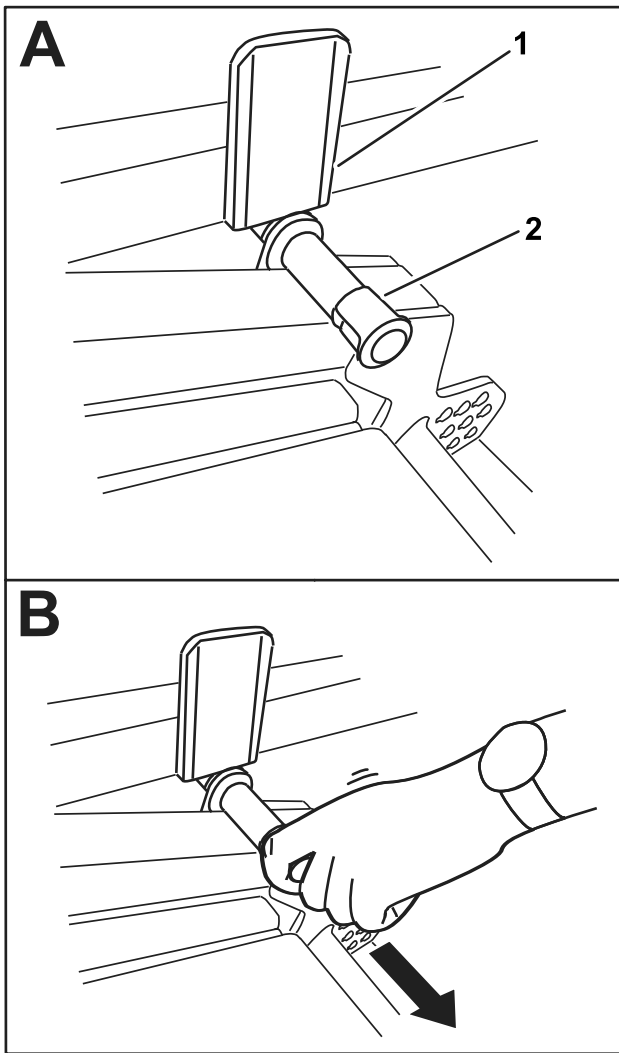

Figure 40
2. Faites pivoter l'unité de coupe lentement vers le bas jusqu'à ce que la goupille touche la plaque du bras de levage (A de la Figure 40).
3. Appuyez sur l'unité de coupe avec le pied et tirez sur la goupille (B de la Figure 40) pour permettre à l'unité de coupe de se stabiliser à la position TRANSPORT.